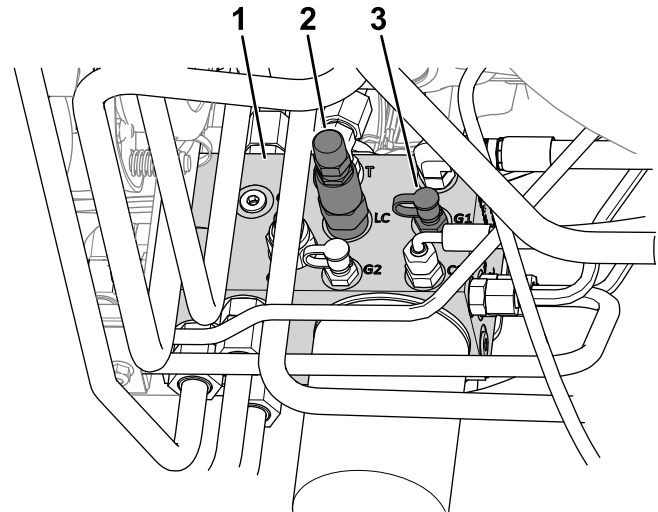

Figura 21
4. Conecte un manómetro al punto de prueba (marcado G1; consulte la Figura 21).
2. Válvula de transferencia de peso (LC)
5. En el lateral del distribuidor de elevación, retire el tapón del punto de prueba (marcado G1; consulte la Figura 21).
6. Afloje la contratuerca del extremo de la válvula de transferencia de peso (marcado LC; consulte la Figura 21).